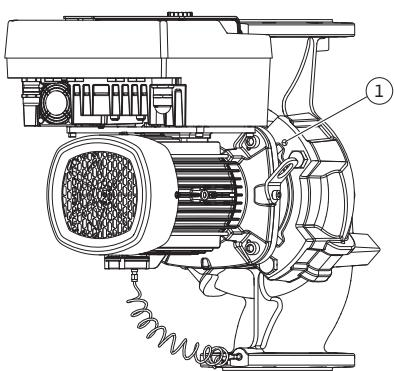

Fig. 104: Изтласкайте окомплектовката по резбовите на корпуса
12. За тип помпа (Fig. III, IV) разхлабете винтовете поз. 29. Използвайте двете съседни резби на корпуса (Fig. 104, поз. 1) и използвайте подходящи винтове, предоставени на място (напр. M10 x 25 mm). Избутайте окомплектовката от корпуса на помпата.